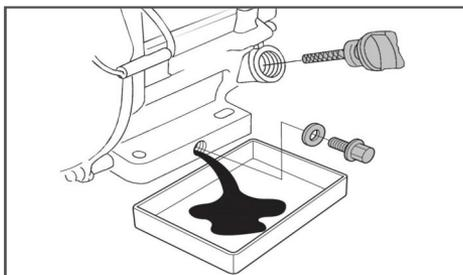

Рис. 13
6. Открутите пробку для слива масла и слейте отработанное масло в подготовленную для этого емкость (Рис. 13).